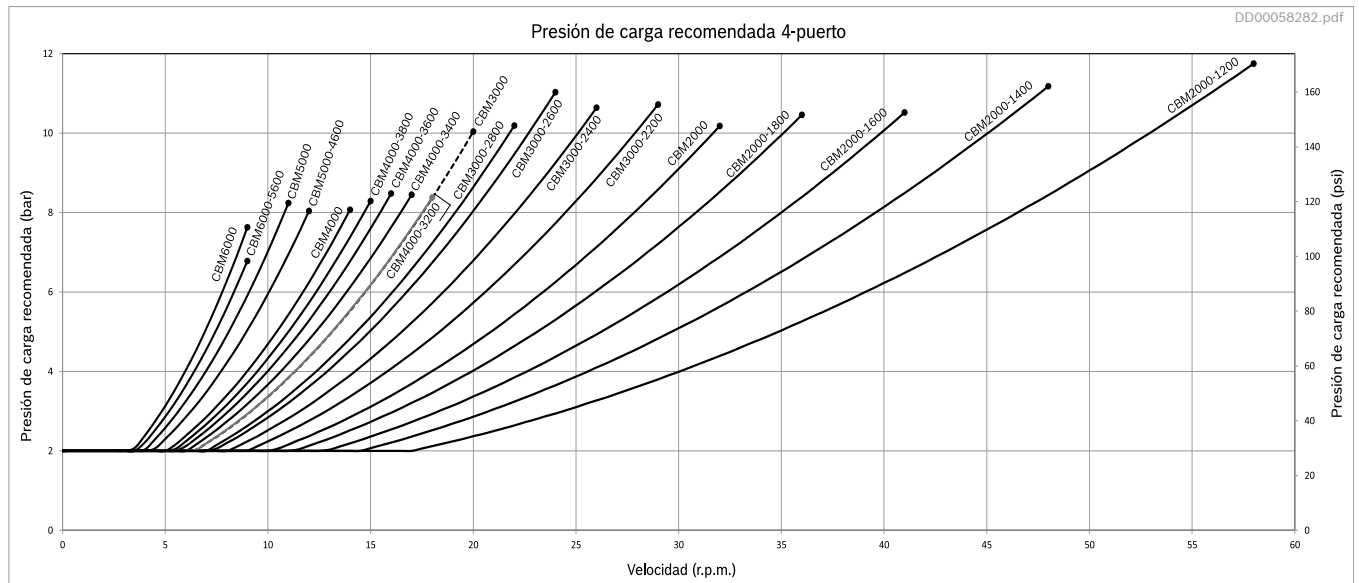
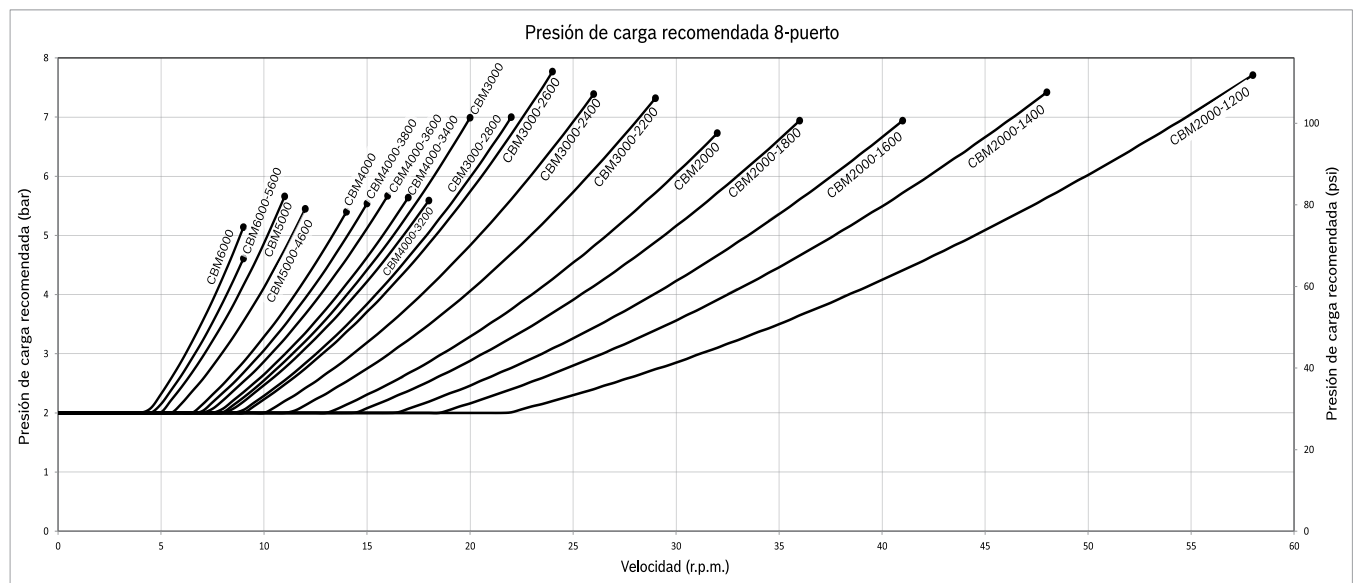

Fig. 56: Presión de carga recomendada - motores CBM conexión de 4 puertos
Fig. 57: Presión de carga recomendada - motores CBM conexión de 8 puertos
- La presión de carga en la conexión del motor debe ser acorde con la presión recomendada bajo todo tipo de condiciones, ver *Fig. 56: Presión de carga recomendada - motores CBM conexión de 4 puertos* y *Fig. 57: Presión de carga recomendada - motores CBM conexión de 8 puertos*.
Ver *Fig. 56: Presión de carga recomendada - motores CBM conexión de 4 puertos* y *Fig. 57: Presión de carga recomendada - motores CBM conexión de 8 puertos*.